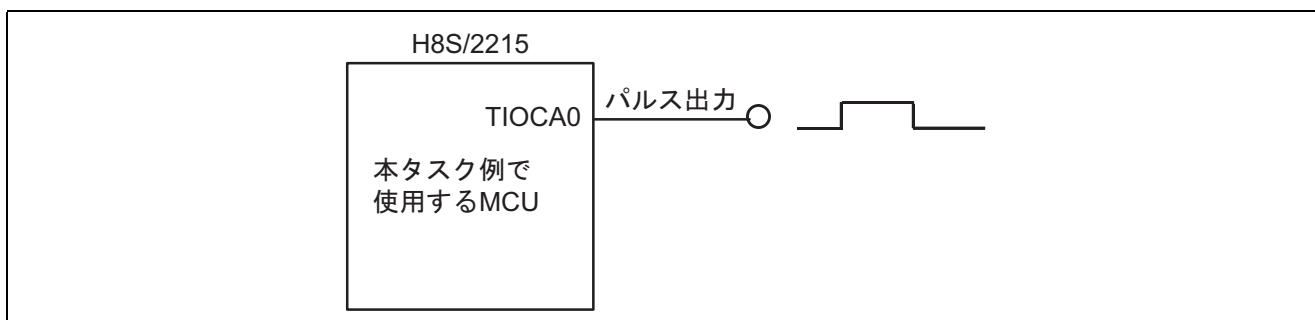

図 1 パルス出力の一例
- 図 1 に示すように、16 ビットタイマパルスユニットのタイマ設定によりコンペアマッチ時にセットされたデューティ 50%の波形を出力します。